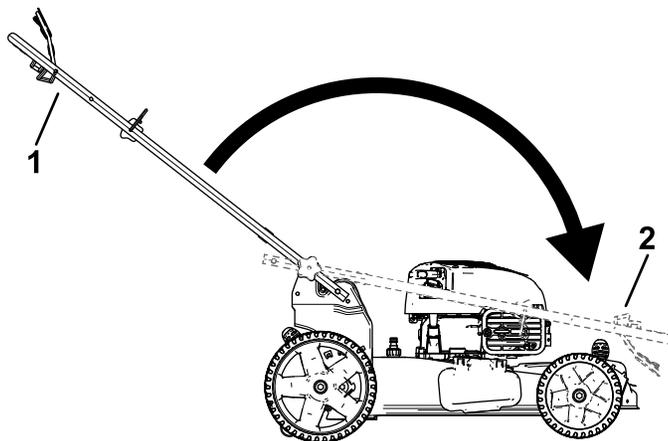

Bild 24
2. Klappen Sie den Holm zusammen, indem Sie ihn nach vorne drehen (Bild 24).